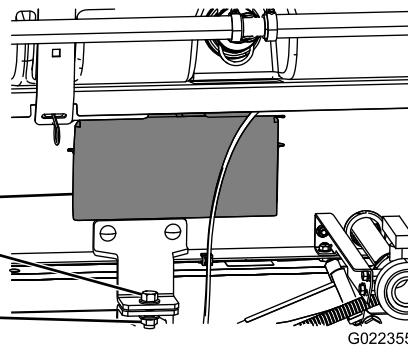

Bild 34
- 8. Befestigen Sie die Befestigungshalterung des Behältergestells mit einer Schraube ( $\frac{1}{2}'' \times 1\frac{1}{2}''$ ) und einer Sicherungsmutter ( $\frac{1}{2}''$ ) an der Ladepritschenhalterung am Rahmen auf beiden Seiten der Maschine, wie in Bild 34 abgebildet.
- 5. Nehmen Sie die Abdeckplatten an beiden Seiten des Gestellrahmens ab (Bild 34).